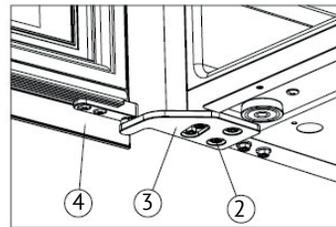

Bild 5
➔ Installieren Sie das rechte obere Scharnier ③ und ziehen Sie die M5*16-Schrauben fest ② (Bild 5).